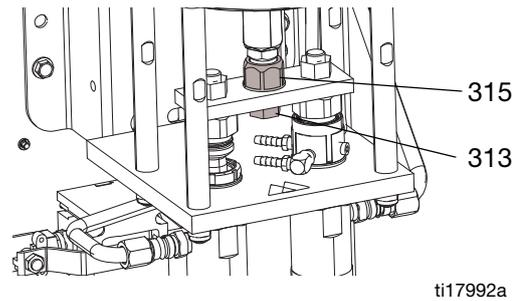

FIG. 1
- Use una llave para mantener la varilla del pistón en su lugar y retire el adaptador (315) con otra llave. Consulte la FIG. 1, página 26.
- Aplique fijador de roscas azul de resistencia media en el adaptador (315). Use una llave para mantener la varilla del pistón en su lugar e instale el adaptador (315) con otra llave. Apriete a un par de 43-51 N•m (32-38 pies-lb). Consulte la FIG. 1.